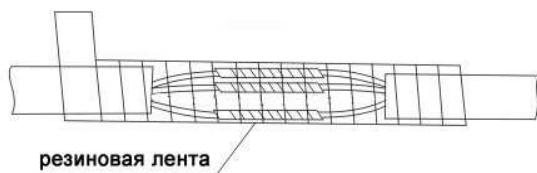

Рис. 12
3. Для обмотки места соединения кабеля используйте резиновую ленту, для этого снимите с нее защитную пленку и плотно обмотайте место соединения не менее двух раз. См. рис. 12.